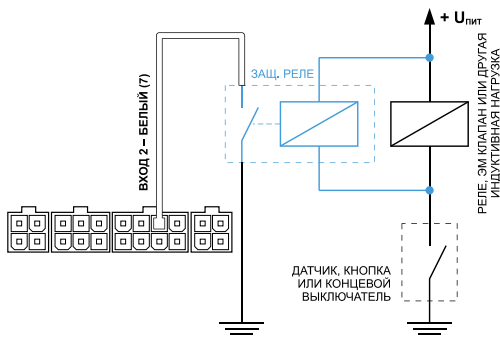

Рисунок 2.
2. Защитное реле (рис. 2) – устанавливается параллельно индуктивной нагрузке. При этом контакты защитного реле служат для замыкания входа контроллера на «массу».